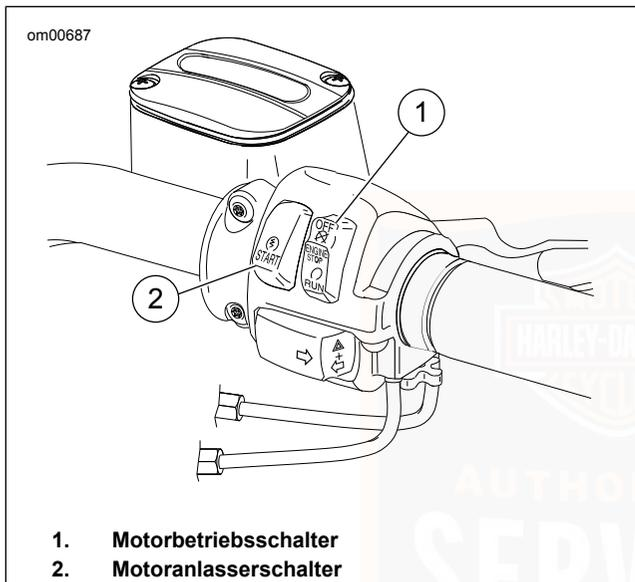

Abbildung 20. Bedienelemente am rechten Lenker:
2. Siehe Abbildung 20. Den Motorbetriebsschalter EINSCHALTEN.